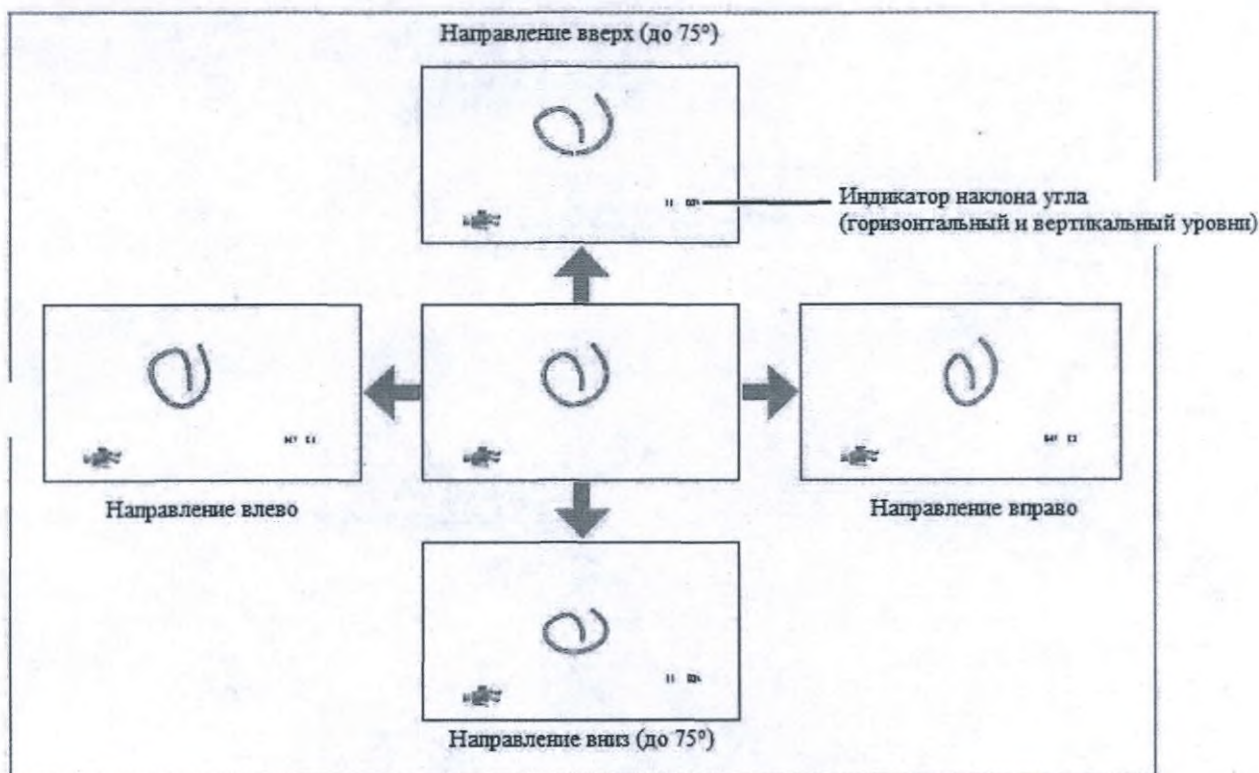

Рисунок 36.
- Угол обзора эндоскопа изменится (см. рисунок 36).